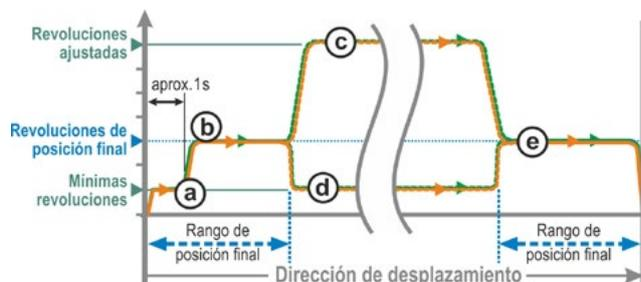

Fig. 1: Revoluciones de posición final “normal”
- fuera de la posición final con las mínimas revoluciones, aprox. 1 s (fig. 1: curva a), para conmutar entonces a las revoluciones de posición final, ver b;